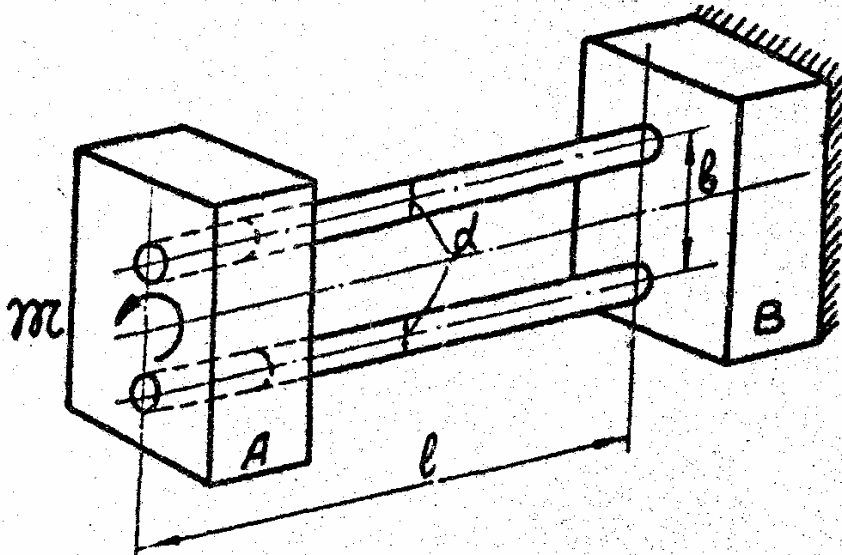
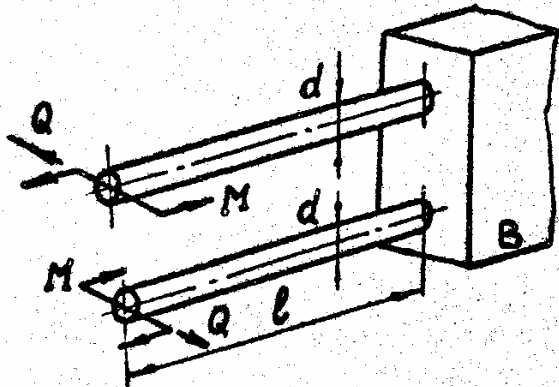
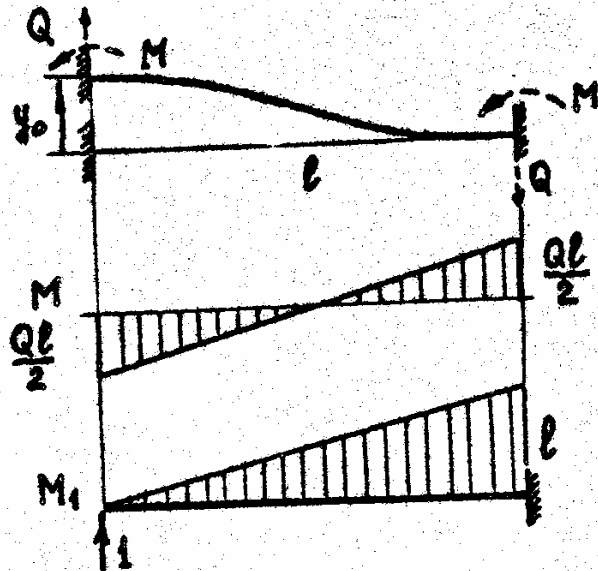

Рис. 10
Рис. 20
Рис. 21
**Задача 10.** Заделанные в лите  $B$  стержни диаметром  $d$  без зазора входят в отверстия абсолютно жесткой плиты  $A$ , нагруженной моментом  $M$  в ее плоскости (рис. 10). Определить угол поворота плиты  $A$  при условии:
**Задача 10.** 1) При повороте плиты А (см. рис. 10) на угол  $\varphi$  торцы стержней, нагруженные, как показано на рис. 20, получают смещение  $y_0 = \varphi \frac{l}{2}$ , причем концы стержней остаются параллельными. Каждый стержень деформируется в соответствии со схемой, показанной на рис. 21. Прогиб, определенный по правилу Верещагина, составляет  $y_0 = \frac{Ql^3}{12EI}$ . (Можно воспользоваться решением задачи 1.)